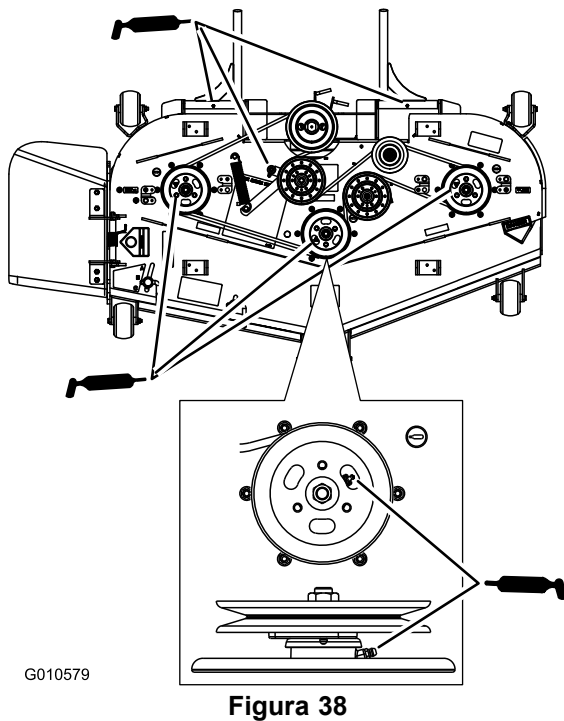

Figura 38
4. Engrase los tres cojinetes de los ejes debajo de las poleas hasta que rezume grasa de las juntas inferiores (Figura 38).
5. Engrase el brazo tensor de la plataforma del cortacésped (Figura 38).
6. Lubrique los puntos de engrase de los brazos de empuje (Figura 38).